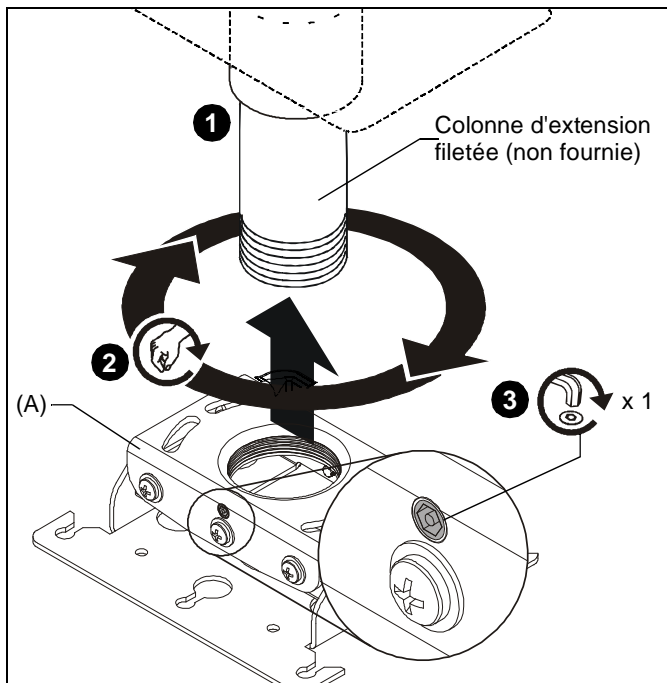

Figure 3
1. Installez une colonne d'extension en aluminium ou en acier NPT ou NPSM de 1-1/2" (non incluse) dans le collier fileté jusqu'à ce qu'elle soit bien serrée, avec un minimum de quatre filetages engagés. (Voir la Figure 3)
2. Faites passer le support du projecteur RPE (A) dans la colonne d'extension filetée (non incluse) jusqu'à ce qu'il soit bien serré à la main avec un minimum de quatre filets engagés. (Voir la Figure 3)
3. Tournez le RPE dans le sens des aiguilles d'une montre ou dans le sens contraire des aiguilles d'une montre, jusqu'à ce que l'avant du support se situe face à la cible. (Voir la Figure 3)
4. Fixez le RPE au tuyau en tournant la vis d'arrêt jusqu'à ce qu'elle soit bien serrée. (Voir la Figure 3)